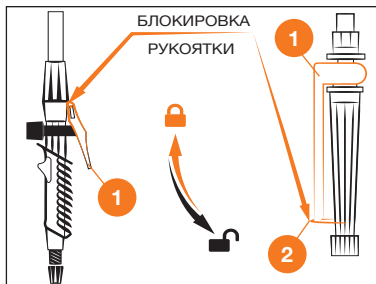

Рис. 14
В случае, если требуется распылять жидкость непрерывно, нажмите на рукоятку управления ① и зафиксируйте ее. Для модели (DSA 12Li SET) - заблокируйте рукоятку кольцом, для остальных моделей и сдвиньте рукоятку вперед для блокировки (Рис. 14). Чтобы закончить процесс опрыскивания, отпустите рукоятку управления и переведите клавишный выключатель ① в положение «O» (Рис. 14) или удерживайте кнопку включения «START/STOP» 3 секунды (DSA 5Li / DSA 7Li MIX / DSA 10Li). Извлеките аккумулятор, для моделей со съемным аккумулятором.